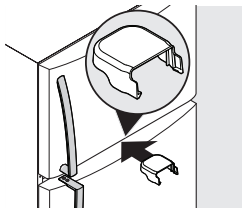

figura 10
- Coloque la cubierta de la bisagra inferior entre la puerta del congelador y la puerta del refrigerador para mantenerla nivelada mientras coloca la bisagra superior (consulte la Figura 10).